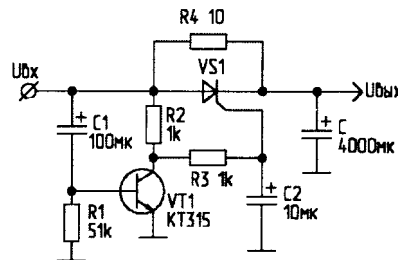

рис.5
**А.Партин** ("РЛ", 12/99) предлагает способ защиты диодов в выпрямителе. Пока конденсатор фильтра (обычно емкостью в тысячи микрофард) не заряжен, токи через выпрямительные диоды велики и могут вывести их из строя. Чтобы избежать этого, предлагается схема (рис.5). В момент включения транзистор VT1 открывается через незаряженную емкость C1 и шунтирует управляющий электрод тиристора VS1. Через несколько секунд конденсатор C1 зарядится, транзистор закроется. Вступает в действие конденсатор задержки C2, который заряжается через резисторы R2 и R3. Наконец, тиристор открывается и пропускает на емкость фильтра C полное напряжение. А пока шел этот процесс, конденсатор C заряжался через обходной резистор R4.